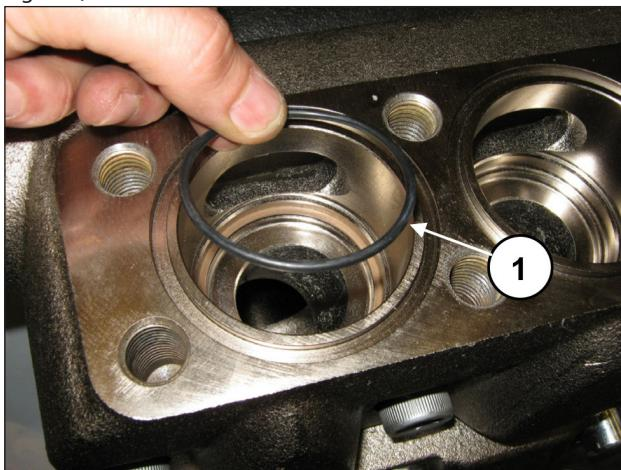

Fig. 155
Introducir la junta tórica, pos. dibujo desglosado 24 (pos. ①, Fig. 155).